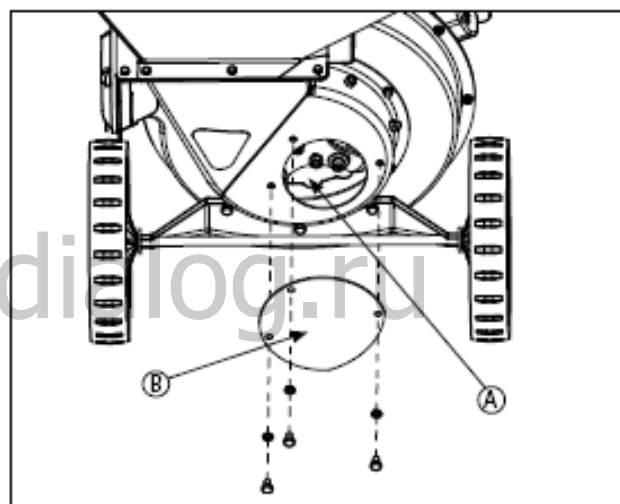

РИСУНОК 9 – Проверка / вращение молоточков измельчителя
2. Извлеките маленькую круговую панель (В) от задней стенки корпуса измельчителя. **СМ, РИСУНОК 9**